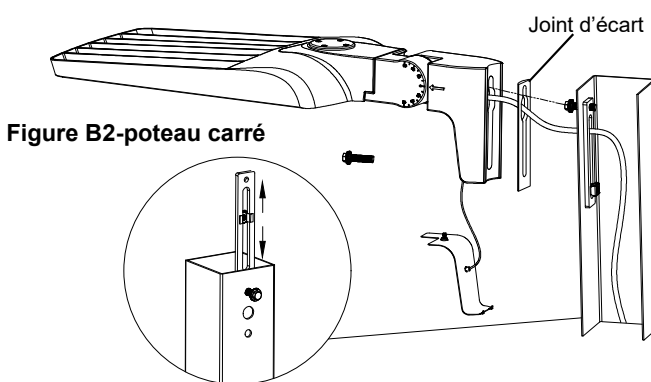

Figure B2-poteau carré
- Si le montage est sur un poteau carré, placez un joint entre le poteau et le bras pour combler l'espace. Consultez la figure B2.